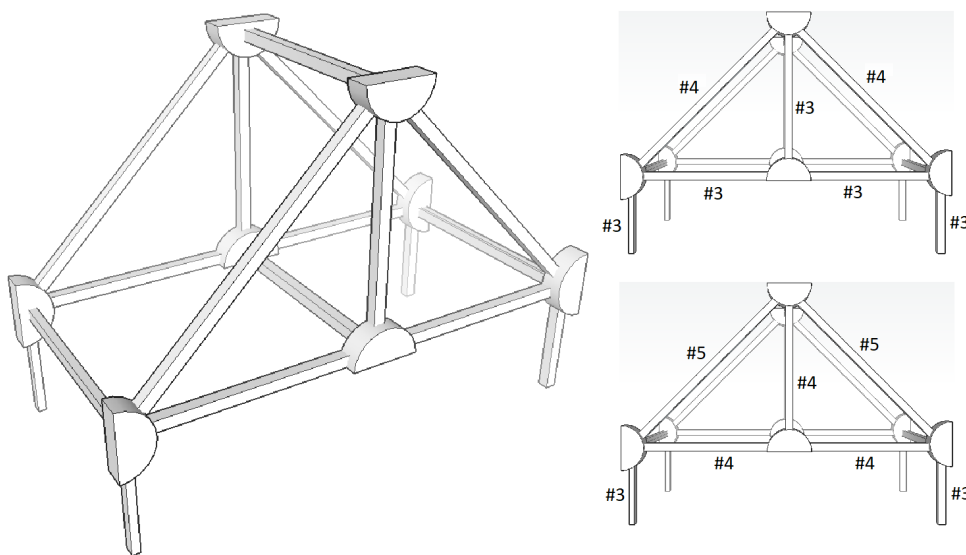

Figura 1: Armaduras
1. Utilizando los elementos plásticos del tamaño adecuado, ensamble las estructuras mostradas en la Figura 1. Al colocar los tornillos, ajústelos de manera manual (sin desatornillador o ninguna herramienta), de modo que las piezas queden fijas pero no apretadas.